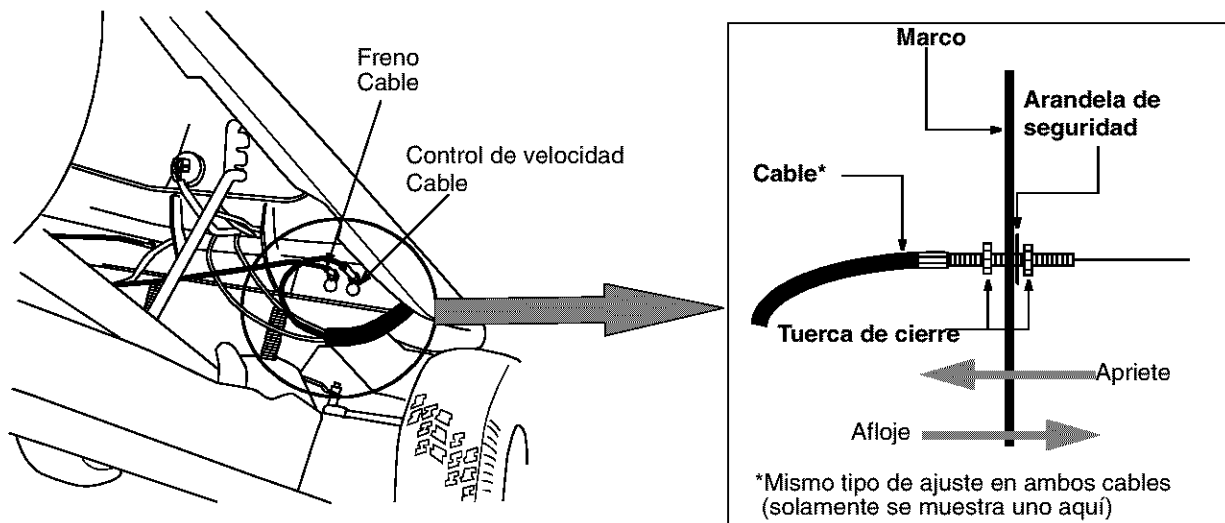

Figura 10
El ajuste en el pedal de freno se hace en el extremo del cable. Vea Figura 10 .
6. Localice el cable de frenos del lado derecho bajo el alojamiento delantero. Vea Figura 10 .
7. Use un par de llaves de 1/2" para aflojar las tuercas de cierre y ajustar el cable, haciéndolo para atrás para apretarlo o hacia adentro para aflojarlo. Vea Figura 10 .
El ajuste en el pedal de avance se hace en el extremo del cable. Ver Figura 10 .
5. Localice el cable de control de velocidad bajo el alojamiento delantero. Ver Figura 10 .